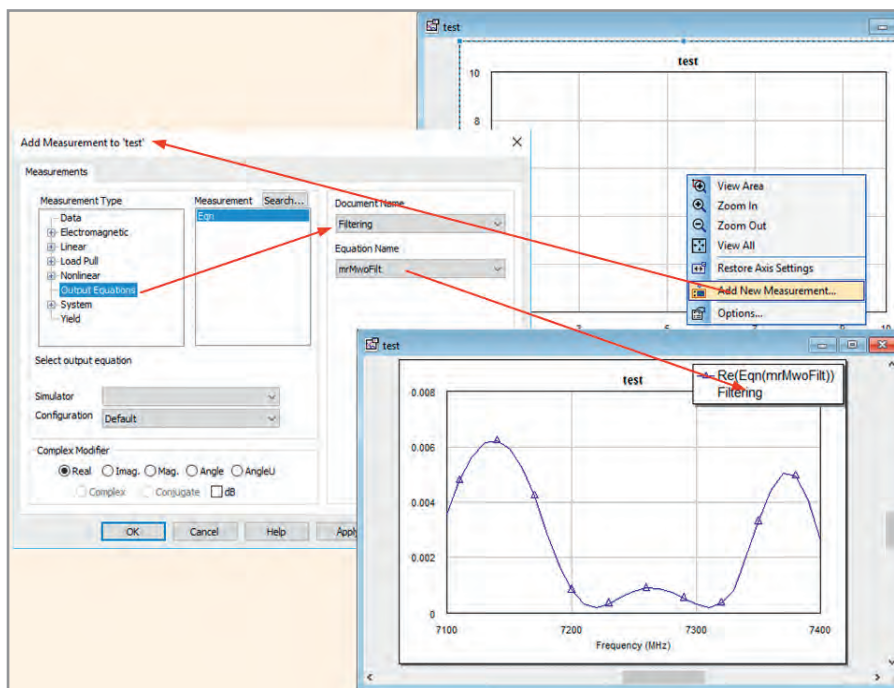

Рис. 12. Отображение результата на новом графике
- для отображения результата на новом графике выбрать Add Measurements – Document Name – Equation Name и формат отображения, после чего нажать ОК (см. рис. 12).